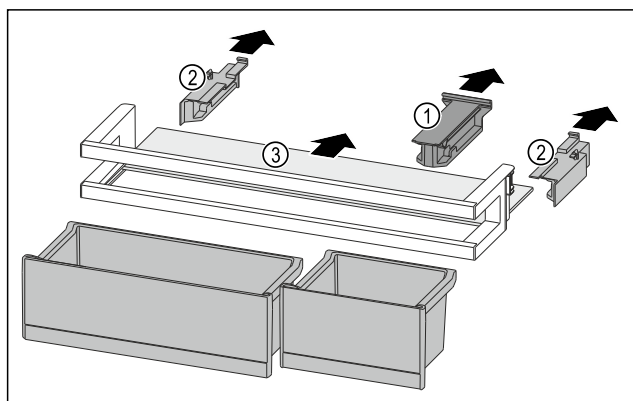

Fig. 230
- Skinite pridržni dio Fig. 230 (1).
- Skinite bočne dijelove Fig. 230 (2).
- Izvadite policu Fig. 230 (3).